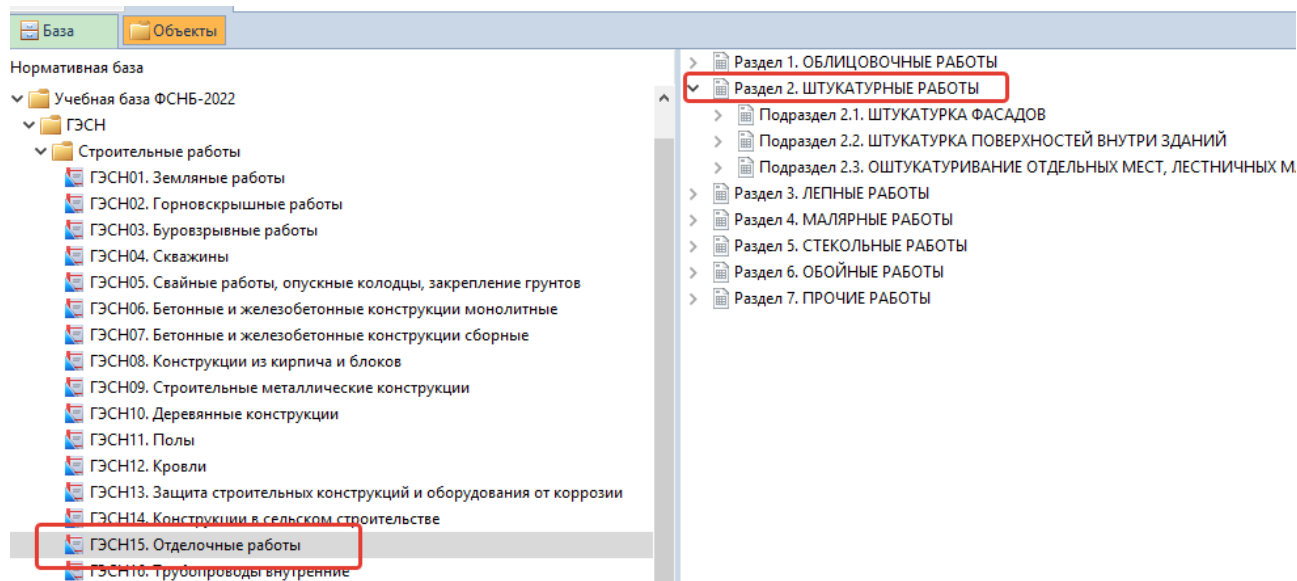

Рисунок 3.2. Открытие списка сборников ГЭСН
- Перейдите к необходимому сборнику, например, **ГЭСН15. Отделочные работы** и откройте его двойным щелчком левой кнопки мыши. Выберите, например, **Раздел 2. Штукатурные работы** (рис. 3.2).